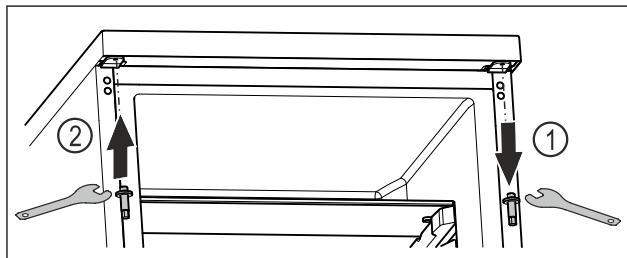

Fig. 15
- ▶ Vyskrutkujte čap vonkajším kľúčom na šesťhrannú maticu. Fig. 15 (1)
- ▶ Zaskrutkujte čap na opačnú stranu vonkajším kľúčom na šesťhrannú maticu. Fig. 15 (2)